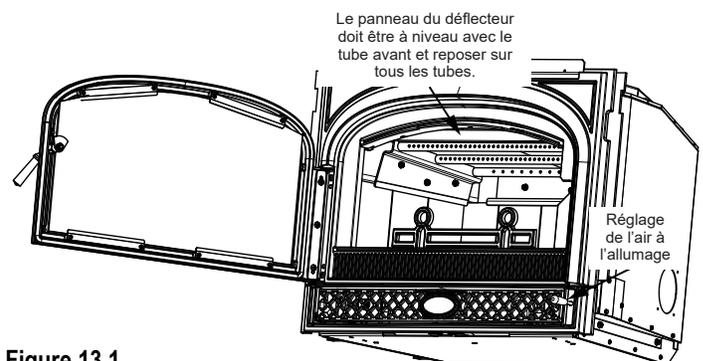

Figure 13.1
1. Veillez à ce que le déflecteur et la laine céramique sont correctement placés. Ils doivent être à égalité de tube avant et reposer sur tous les tubes (**Figure 13.1 et 13.2**).